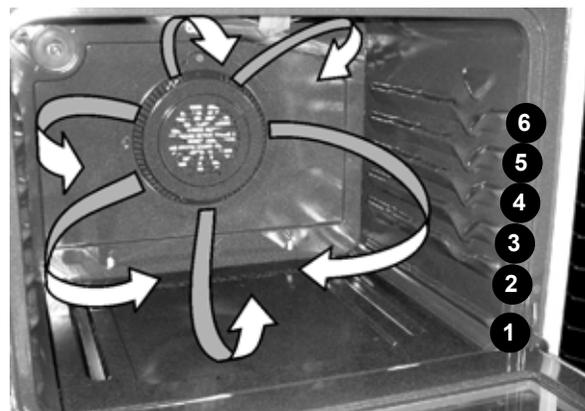

Figura 1
3. Cuando use 2 parrillas a la vez, colóquelas en las posiciones 2 y 5 para obtener los mejores resultados (vea la figura 1).